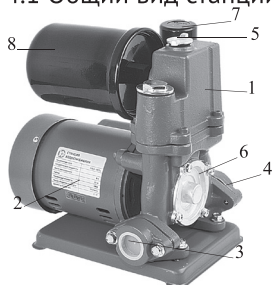

рис. 1
4.1 Общий вид станции водоснабжения схематично представлен на рис. 1
6.1 Перед монтажом станции убедитесь, что гидроаккумулятор 8 (рис. 1) закачан воздухом под давлением 1,2-1,3 атм. При меньшем давлении, закачайте обычным автомобильным насосом воздух через пневматический клапан, который находится с обратной стороны гидроаккумулятора.
6.9. Наполните всасывающую трубу/шланг и насосную часть через заливное отверстие 5 (рис. 1) на корпусе насоса водой. После того, как уровень жидкости заполнит насосную часть, вытеснив из неё воздух, закройте заливное отверстие и включите насос в сеть.